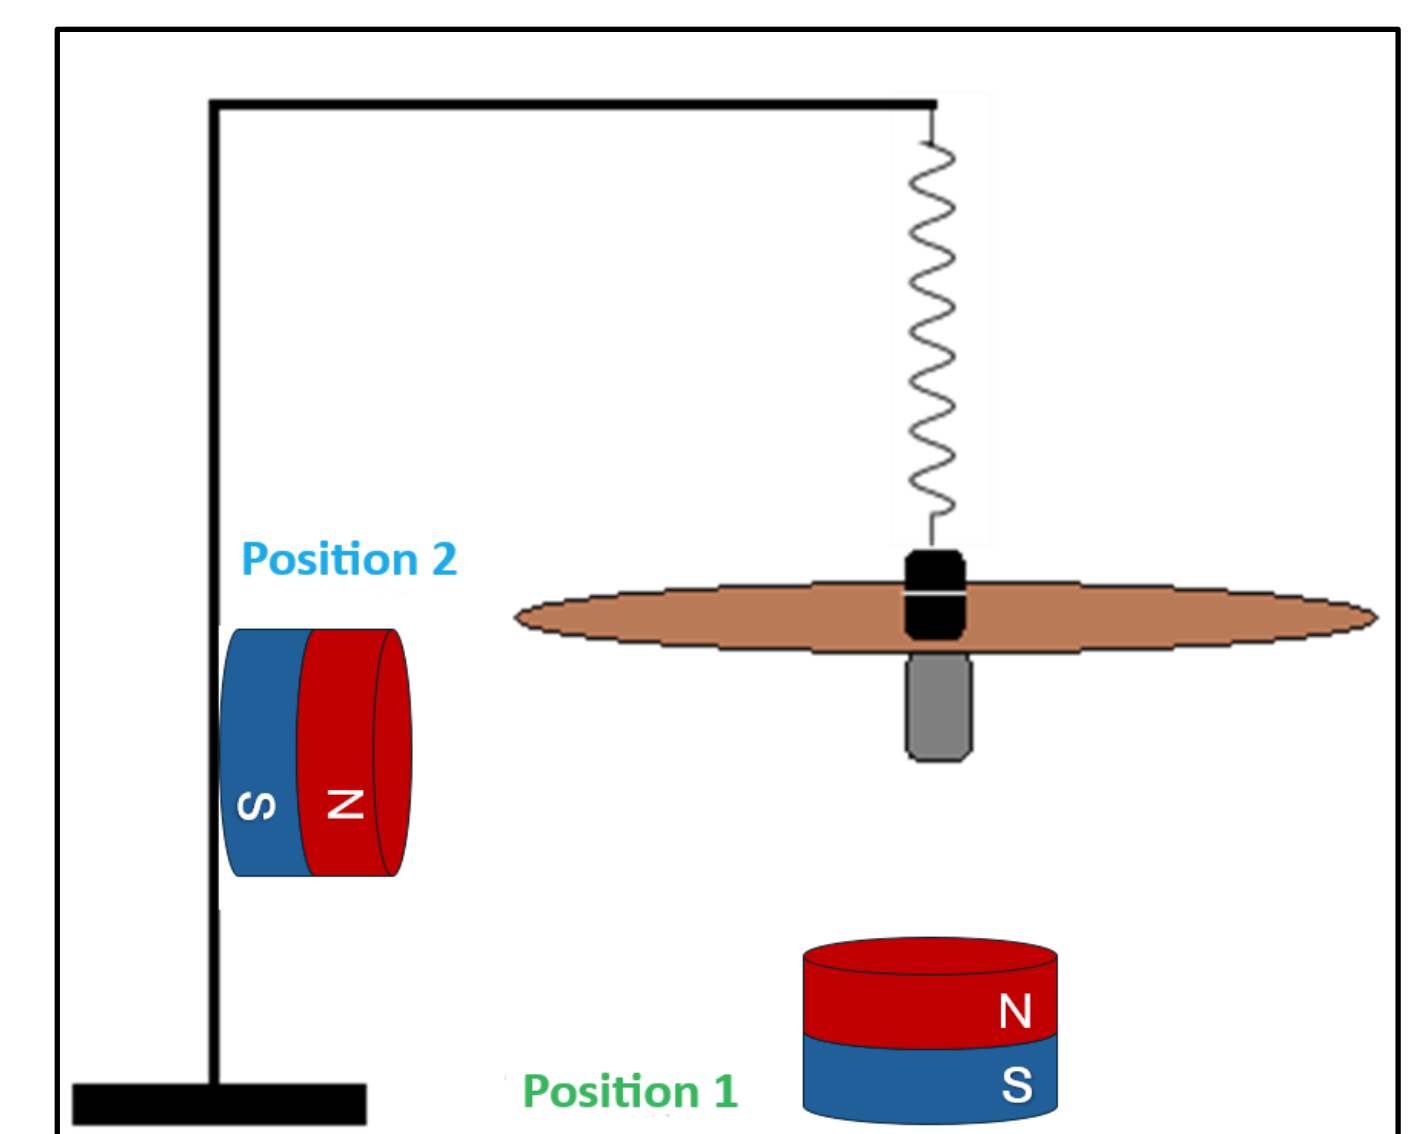

Abb. 3c Schema des Versuchsaufbaus
- Unter Nutzung eines Magneten im Versuchsaufbau kann die Schwingung auch mit dem Magnetfeldsensor über die Veränderung der ortsabhängigen Feldstärke beim Pendeln sichtbar gemacht werden (siehe Abb. 3c).